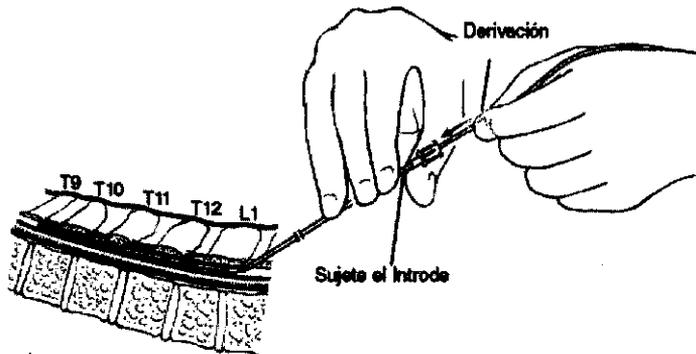
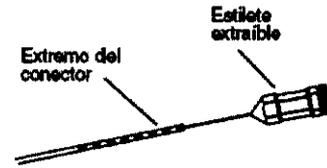

FIGURA 11
FIGURA 12
8. Introduzca la derivación a través de la luz de la aguja o de la guía Introde (lo que esté utilizando) y avance la derivación hasta el emplazamiento destino bajo el control de radioscopia (Figura 11). Para ayudar en su colocación, las derivaciones percutáneas disponen de un estilote extraíble que añade rigidez y facilita el control (Figura 12).